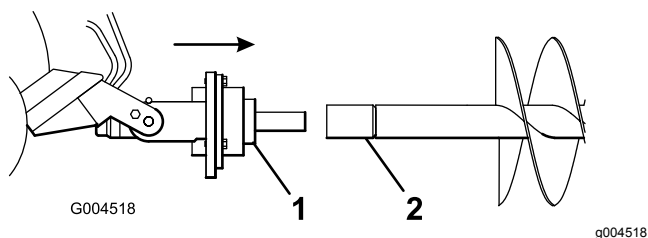

Figura 7
- Posizionate l'albero motore nell'estremità dell'albero della trivella o dell'estensione (se applicabile) come mostrato nella Figura 7.